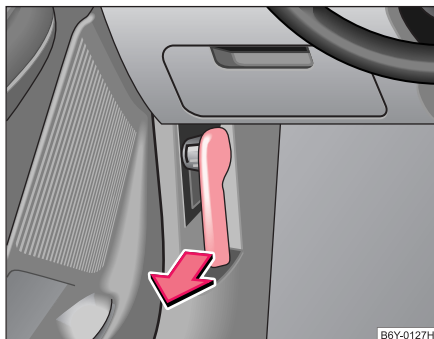

Fig. 123 Palanca de desbloqueo para el capó
- Tire de la palanca desbloqueadora situada debajo del cuadro de instrumentos, lado del conductor ⇒ fig. 123.
- Desenclave el capó ⇒ **página 177, fig. 123.**